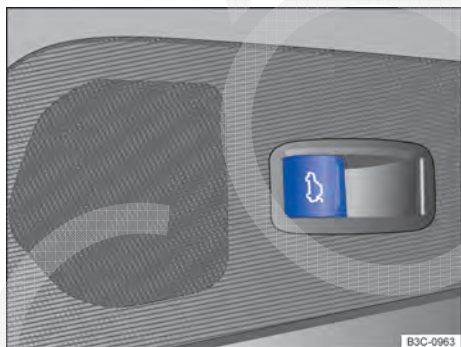

Fig. 36 Na porta do condutor: botão de destravamento da tampa traseira.
- OU: puxar o botão da porta do condutor para cima $\Rightarrow$ Fig. 36. O botão da porta do condutor também funciona com a ignição desligada.
- **OU:** puxar o botão  da porta do condutor para cima ⇒ Fig. 36.
- Botão  da porta do condutor ⇒ Fig. 36.